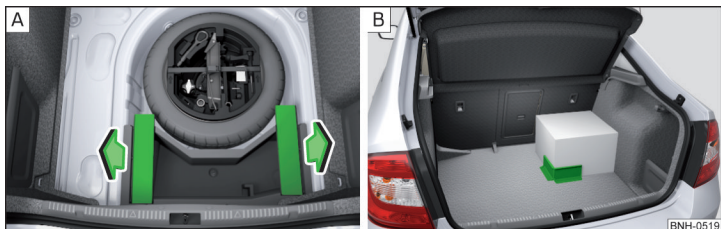

Abb. 107 Cargo-Elemente herausnehmen / Befestigungsbeispiel der Ladung mittels des Cargo-Elements
- Vor dem Gebrauch die Cargo-Elemente in Richtung der Pfeile herausnehmen » Abb. 107 - [A].
- Die Ladung mittels der Cargo-Elemente möglichst in der Nähe der Rücksitze befestigen » Abb. 107 - [B].